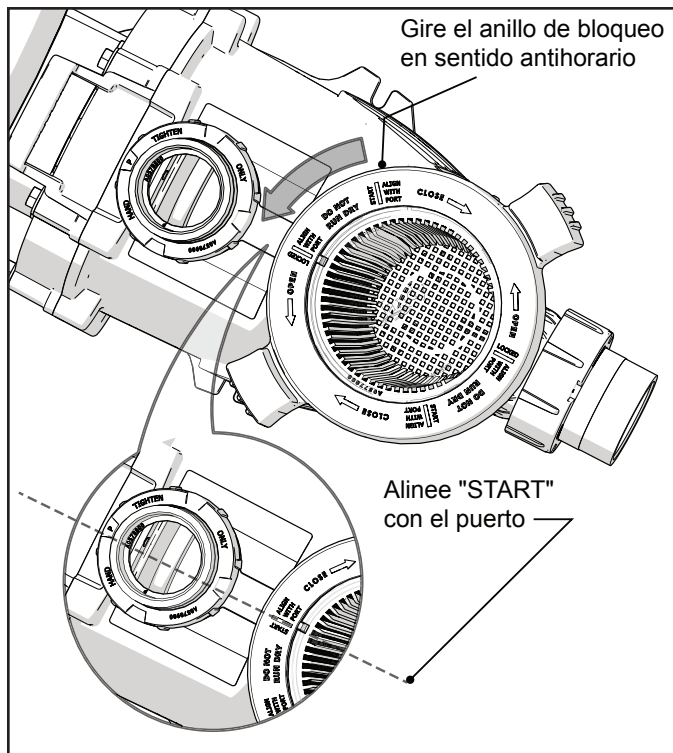

Figura 10. Suelte el anillo de bloqueo
4. Siguiendo las marcas en el anillo de cierre, gire el anillo de bloqueo hacia la izquierda hasta que la marca 'START' ('arranque') se alinee con los orificios. Véanse "Figura 10. Suelte el anillo de bloqueo"